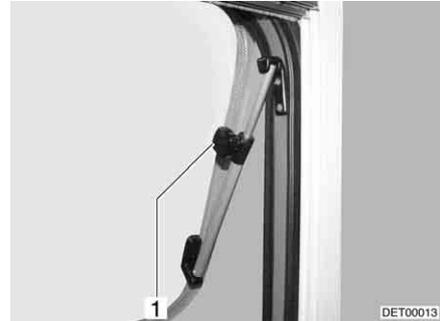

Fig. 8 Finestra apribile, aperta
- Aprire la finestra apribile fino alla posizione desiderata e fissarla mediante il pomello zigrinato (Fig. 8,1).
- Girare il pomello zigrinato (Fig. 8,1) fino a che l'arresto viene sbloccato.